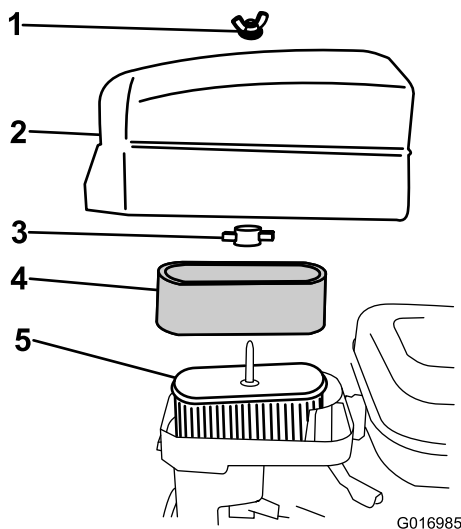

図 32
4. スポンジエレメントを点検し、汚れていればペーパーエレメント 図 32 から外して以下の方法で洗浄する